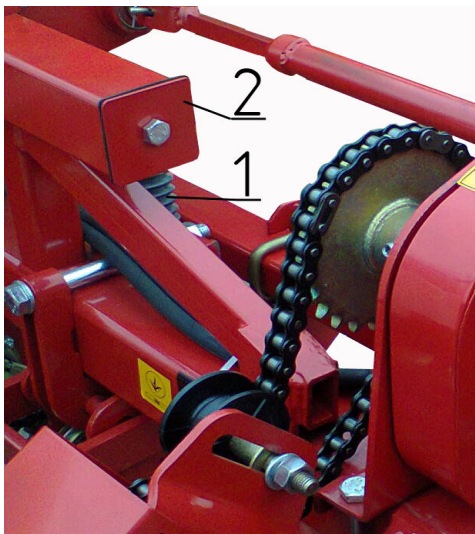

Рисунок 3
- очистити ресивер наступним чином: відкрутити болт заглушки 2 (рисунок 3) з лівого боку ресивера, включити вентилятор (540 об/хв.). Аналогічно виконати чистку з правого боку ресивера;